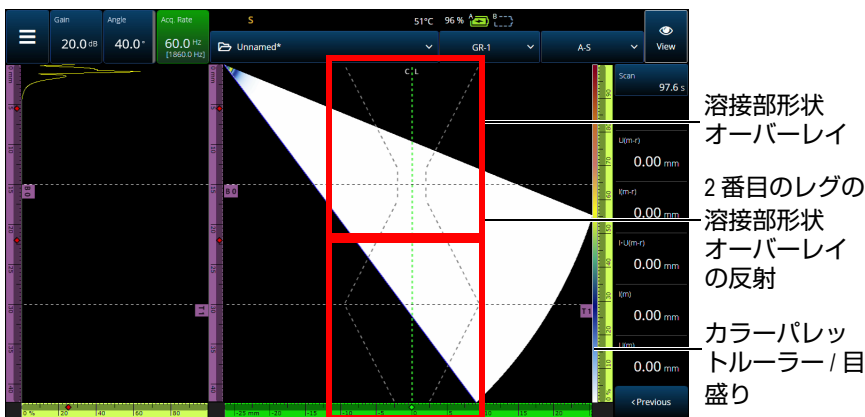
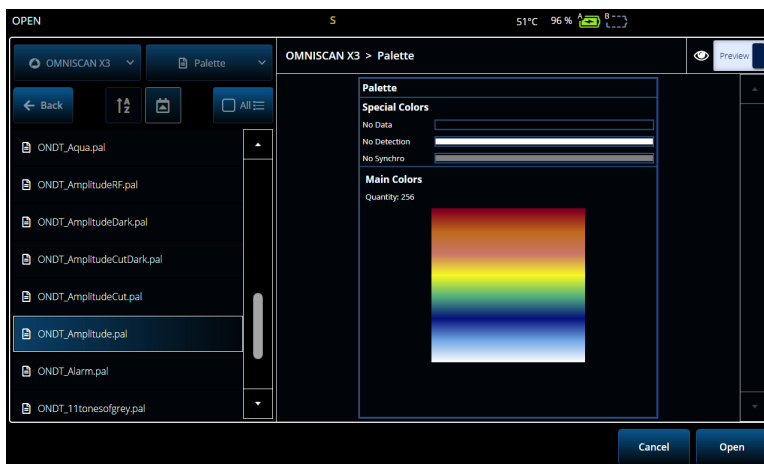
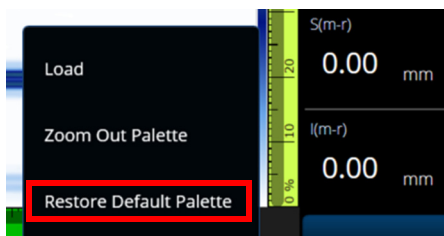

図 2-57 V オフセット溶接形状オーバーレイの例
図 2-60 カラーパレットセクター
図 2-61 Restore Default Palett（デフォルトのパレットを復元）
試験体にオーバーレイ (溶接部またはカスタム) が含まれる場合、オーバーレイの表示を切り替えることができます。オーバーレイは、S-スキャンビュー上に溶接部形状の描画または選択した描画を重ねて表示したものです。この機能は、試験体または溶接部形状に対する欠陥指示の位置づけを視覚化するのに役立ちます (116 ページの図 2-57)。オーバーレイの反射 (2 番目のレグ、3 番目のレグなどを考慮) は、Menu (メニュー) > Display (表示) > Overlay (オーバーレイ) > Multiple Legs (複数レグ) で ON/OFF にできます。
- ◆ カラーパレット（116ページの図 2-57の右側にあるルーラー/目盛り）をタップしたまま、**Load（読み込み）**を選択します。使用可能なカラーパレットを確認し、**Open（開く）**をタップしてパレットを変更します（120ページの図 2-60）。
- ◆ デフォルトのパレットを復元するにはパレットのルーラー/スケール（116ページの図2-57）を長押しして、Restore Default Palette（デフォルトのパレットを復元）タブ（121ページの図2-61）を選択します。